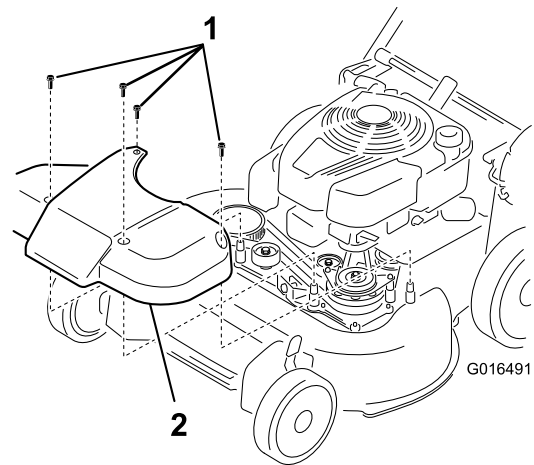

Figure 35
- Déposez le couvercle du système d'entraînement des lames (Figure 35).